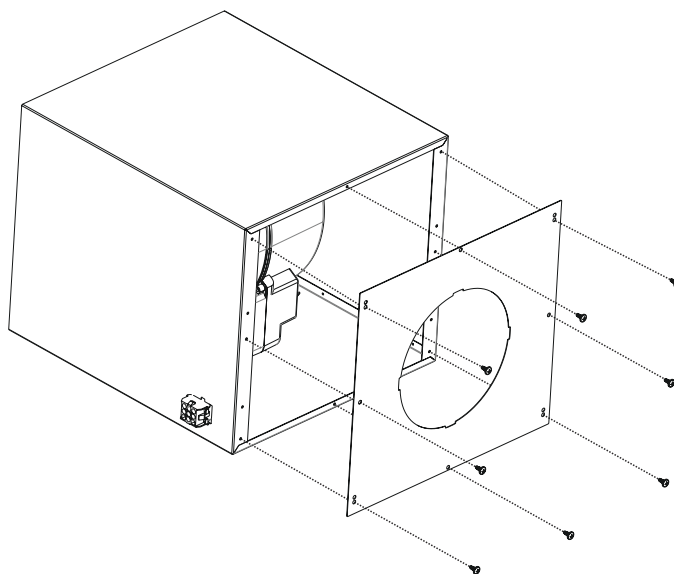

Fig. 24
4. → Brug nu 1 stk adapterplade med rundt hul til at lukke motor-kabinettets åbne ende og skru den fast vha. 8 skruer (Fig. 24).